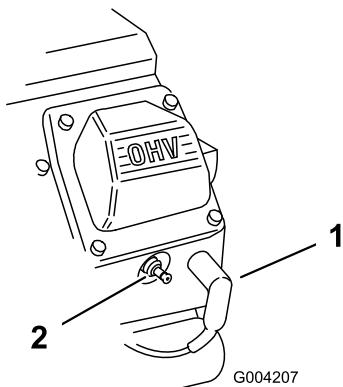

Figure 49
2. Débranchez les bougies (Figure 49).
3. Rebranchez le fil de la ou des bougies (Figure 49).